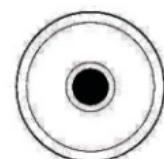

Fig.9
2. Intoarceti niveala 180 grade, bula trebuind sa ramana in centru ( Fig 9). Daca nu , trebuie ajustata: